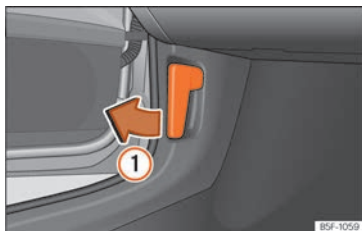

Fig. 12 Palanca de desbloqueo en el espacio reposapiés del conductor.
- Abra la puerta y tire de la palanca que hay debajo del tablero de instrumentos »» **fig. 12 ①**.